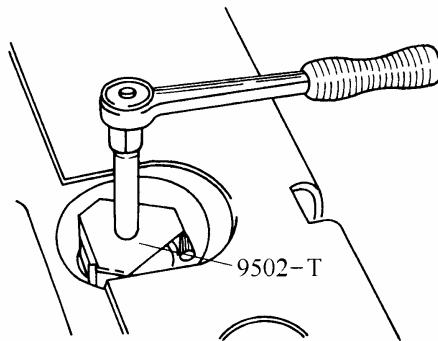
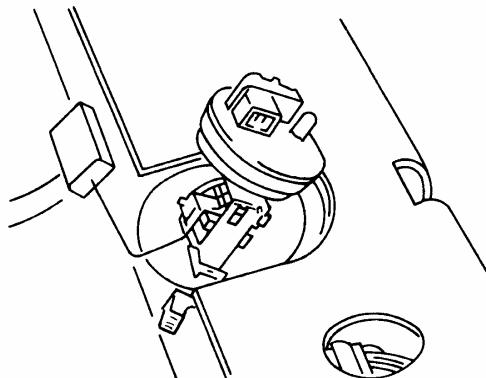

图 9-98 拆卸燃油表传感器套环
图 9-99 拆下燃油表传感器
5) 用专用工具拆下套环（图 9-98），然后将燃油表传感器拆下（图 9-99）。
- 1) 按图 9-99 所示位置放好燃油表传感器，密封垫必须更换新的。